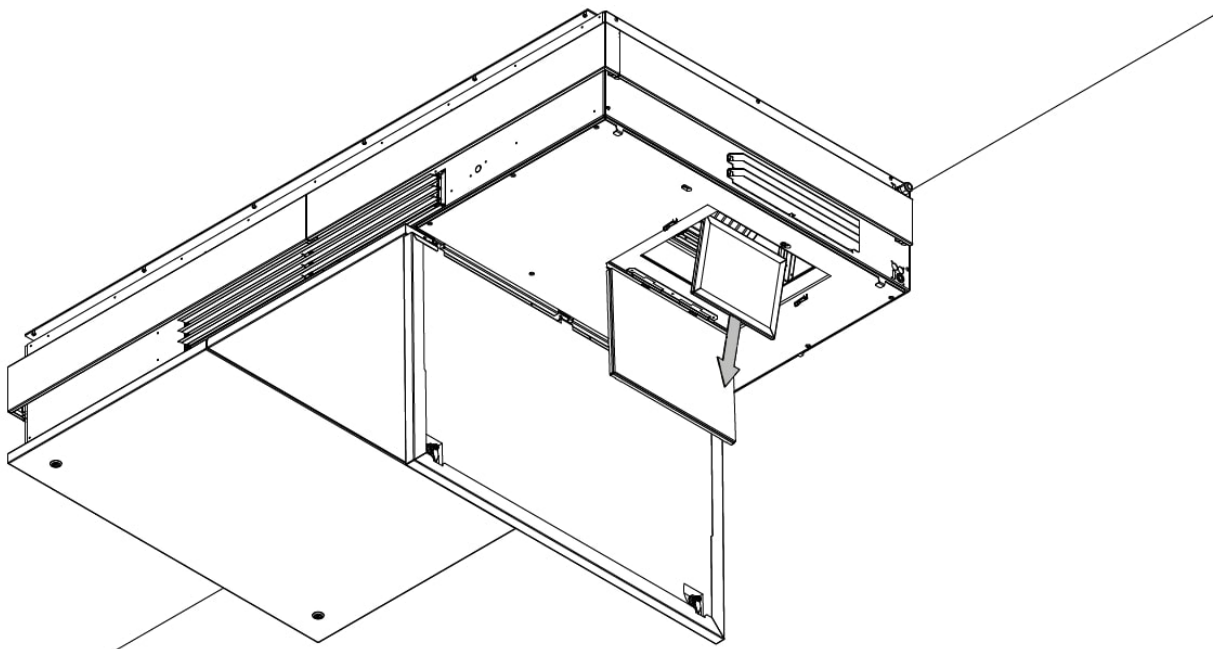
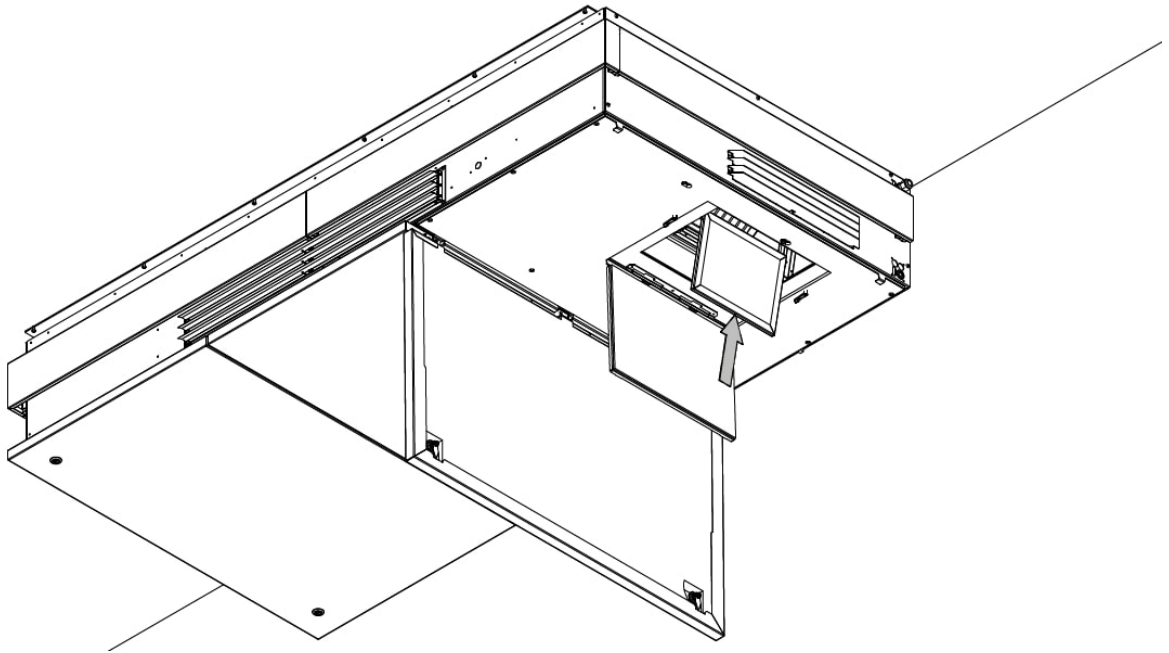

Abbildung 11: Herausnehmen des Grobfilters
Abbildung 12: Ersetzen des Grobfilters durch einen neuen
4. Nehmen Sie den Filter heraus und ersetzen Sie ihn durch einen neuen, siehe Abbildung 11 und Abbildung 12.